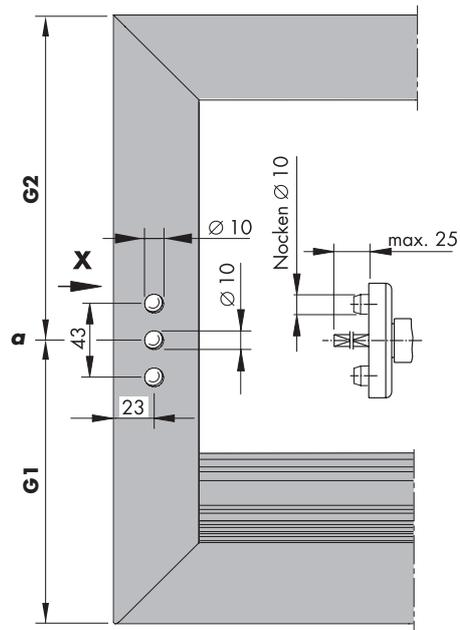

Bild 1
- a** Profilarbeit für handelsüblichen Hebel vornehmen (Bild 1).